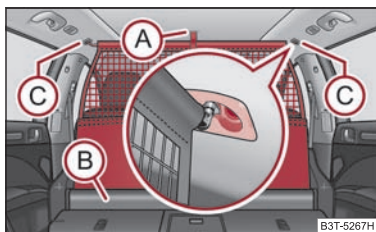

Fig. 94 Quitar la red de separación
- Tire de la red divisoria por la lengüeta (A) ⇒ fig. 94 y sáquela de la caja (B).
- Monte la barra transversal en el alojamiento (C), primero en un lado, y presione la barra transversal hacia delante.
- Sujete de igual modo la barra transversal en el otro lado del vehículo, alojamiento (C).
- Tire de la barra transversal un poco hacia atrás, primero en un lado y seguidamente en el otro lado, y saque la barra transversal de los alojamientos (C) ⇒ fig. 94.
- Mantenga la barra transversal de tal modo, que la red divisoria pueda enrollarse lentamente y sin daños en la caja (B).